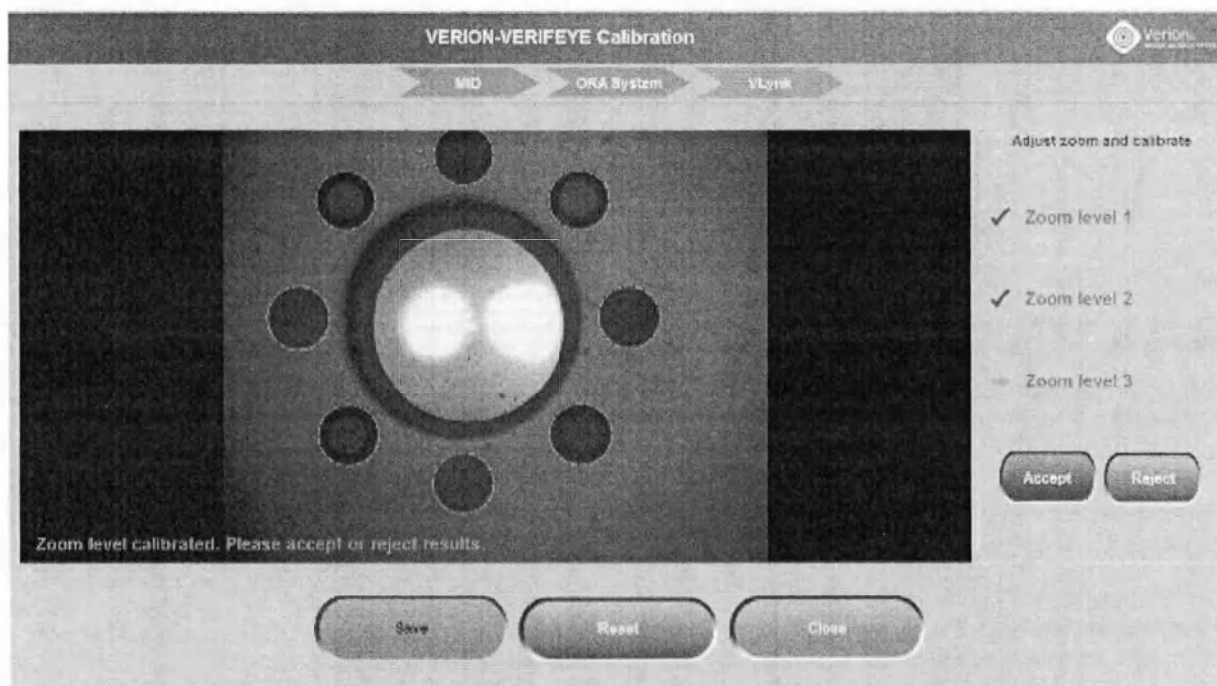

Рисунок 140. Калибровка VerifEye — принятие или отклонение результатов
- Нажмите кнопку **Ассепт (Принять)** или **Reject (Отклонить)**, чтобы принять или отклонить эти настройки (Рисунок 140).